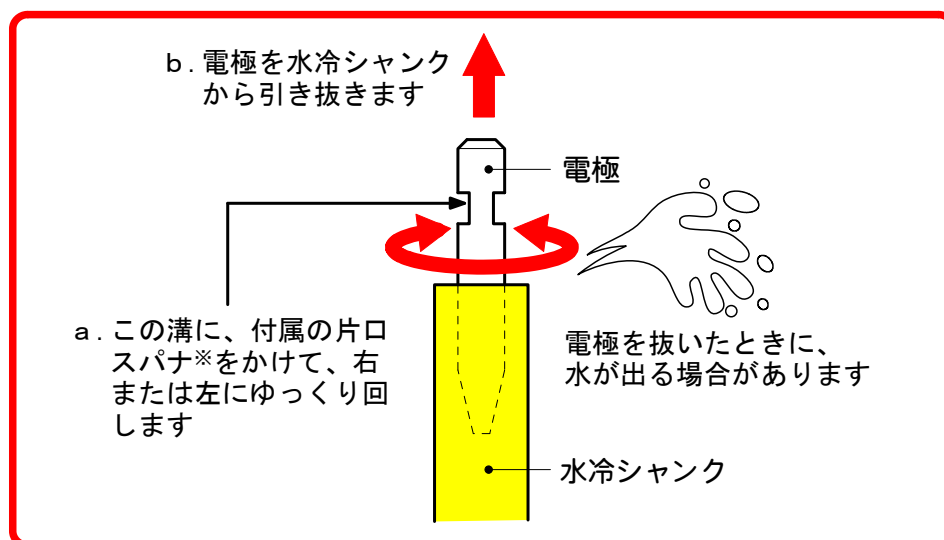

図7-1
- ⑤ 交換する電極のはめ合い部分(図7-1点線部分)に、傷やごみの付着がないことを確認したあと、水冷シャングに電極を差し込みます。はめ合い部分に傷がある電極は、水漏れの原因となりますので使用しないでください。また、ゴミや汚れがある場合は、ウェスなどでふき取ってください。